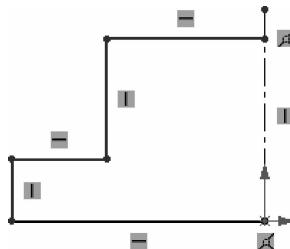

图 1-19 基座零件模型草图(绘制直线)
(3) 大致绘制草图。
① 单击【中心线】按钮 ，过原点绘制竖直中心线；单击【直线】按钮 ，绘制左侧基本图形，如图 1-19 所示。